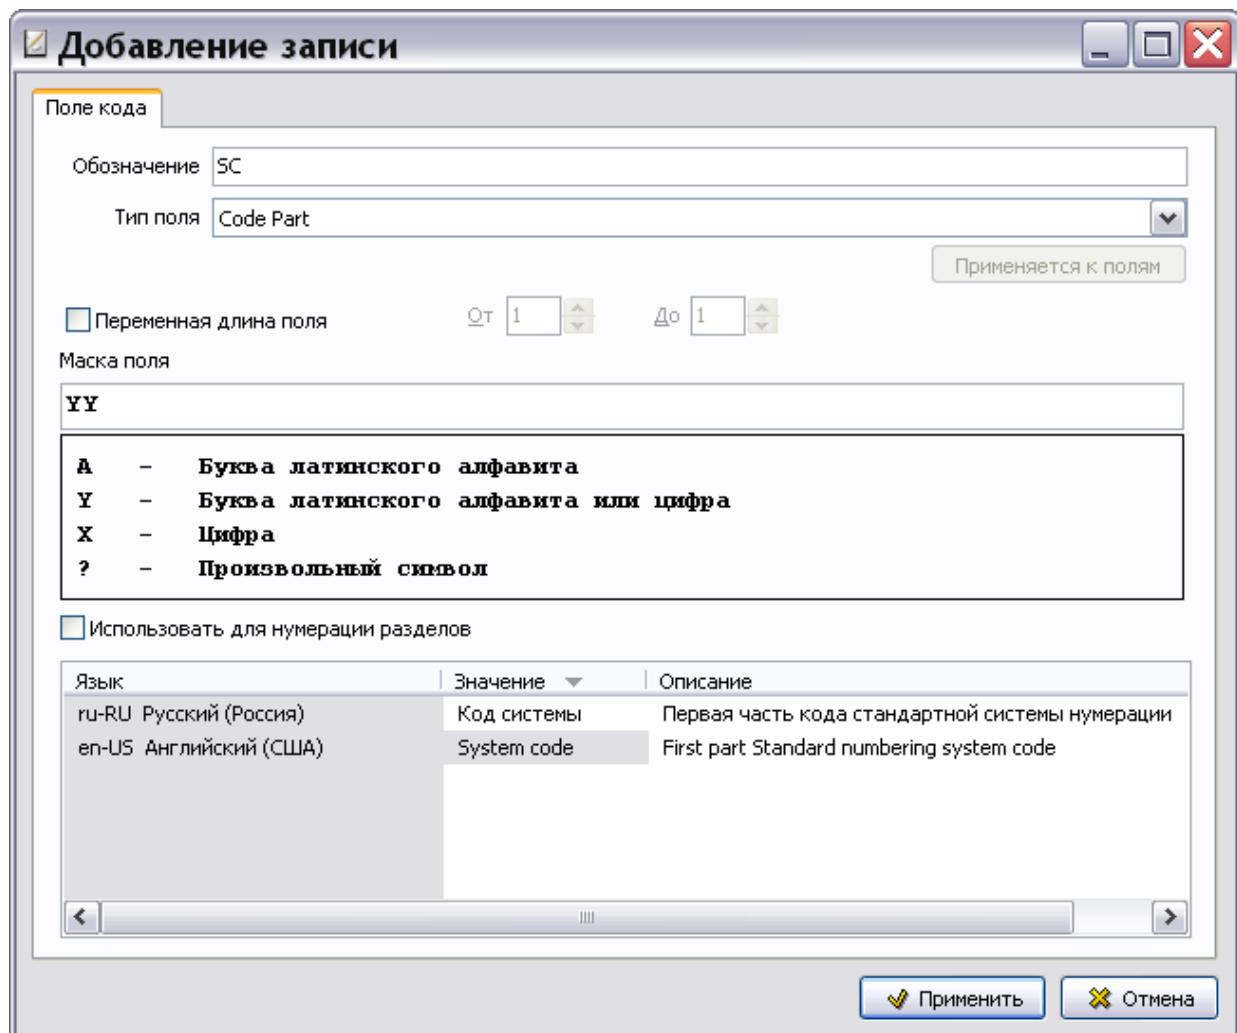

Рис. 2.17
3. Введите обозначение поля кода – «SC» (system code) (Рис. 2.17).
Пример окна **Добавление записи** для поля кода «Код системы» показан на рис. 2.17.